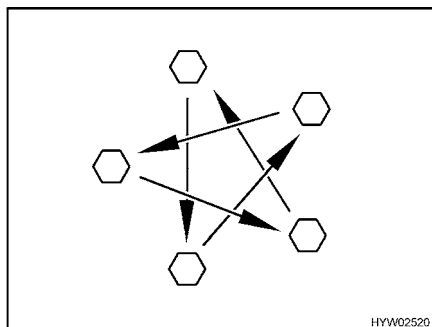

Bild 216 Dra åt hjulmuttrarna eller hjulbultarna korsvis
- Kontrollera regelbundet att hjulmuttrarna eller hjulbultarna är ordentligt åtdragna. Om du har bytt däck ska hjulmuttrarna eller hjulbultarna dras åt korsvis efter 5 mils körning (Bild 216). Åtdragningsmoment se avsnitt 13.5.2.
- ▷ Dra åt hjulmuttrarna eller hjulbultarna korsvis (Bild 216).